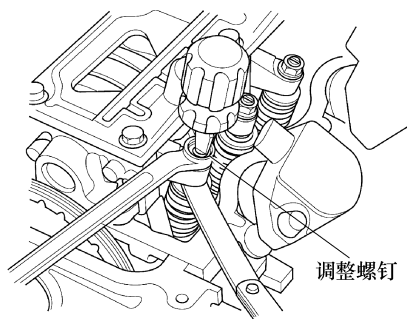

图 2-62 调整气门间隙
5) 如果感觉到拖滞太大或太小，则松开锁紧螺母并转动调整螺钉，直到塞尺的拖滞程度合适，见图 2-62。